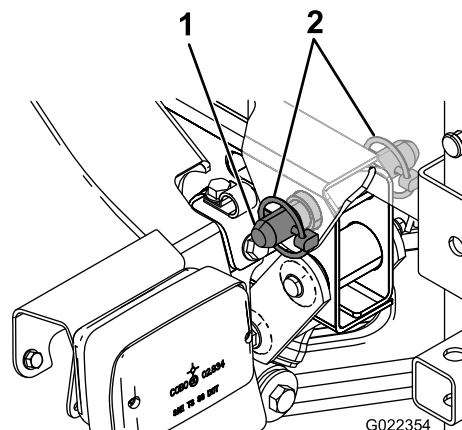

Bild 13
6. Fluchten Sie die Löcher in den Drehansätzen hinten am Behältergestell mit den Löchern im Schwenkrohr der Ladepritsche am Ende des Fahrzeugrahmens aus (Bild 13).
7. Setzen Sie einen angeschrägten Lastösenbolzen und zwei Klappstecker in den Drehansatz ein, um den Behälter am Rahmen zu befestigen (Bild 13).